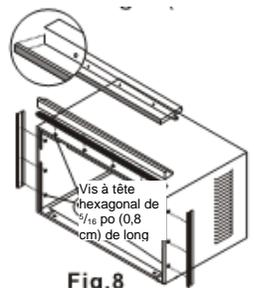

Fig. 8
2. Installez la gouttière supérieure et les supports latéraux sur le caisson, tel qu'illustré à la Figure 8 (10 vis).